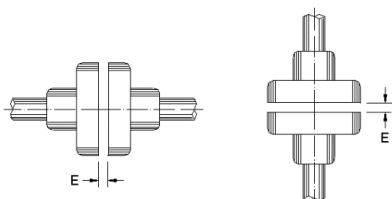

Figura 4.8: Folga axial do acoplamento (E)
Alinhar cuidadosamente as pontas de eixo e, sempre que possível, usar acoplamento flexível, deixando uma folga (E) mínima de 3 mm entre os acoplamentos, conforme mostrado na Figura 4.8.